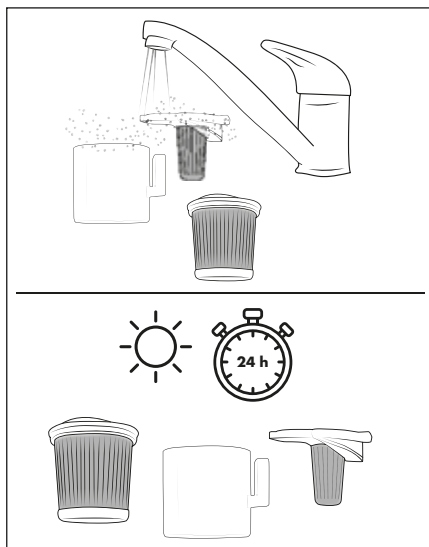

Abb. 18
- 13) Spülen Sie den HEPA-Filterbehälter **5**, den HEPA-Filter **4**, und den Edelstahlfilter **6** unter kaltem oder lauwarmem Wasser aus. Lassen Sie den HEPA-Filterbehälter **5**, den HEPA-Filter **4** und den Edelstahlfilter **6** vollständig an der Luft trocknen, bevor Sie diese wieder in den Staubbehälter **7** einsetzen (siehe Abb. 18).